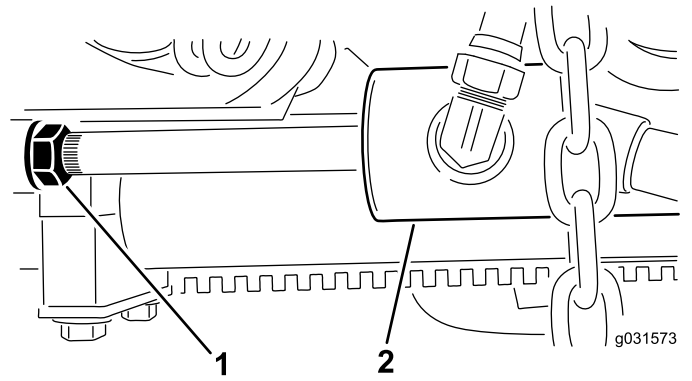

図 12
- B. シリンダについているジャムナットを戻す 図 12。